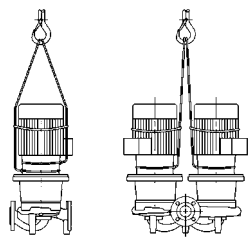

Fig. 5: Aanbrengen van de transportkabels
- De transportogen aan de motor zijn hierbij alleen bestemd voor de geleiding bij het optillen van de last (afb. 5).